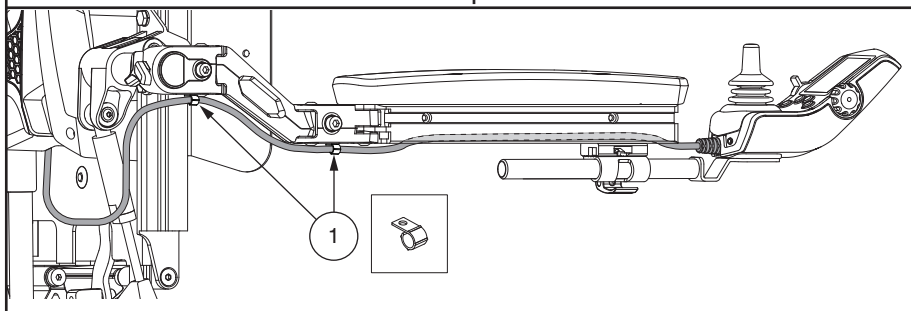

Figure 21. Acheminement du faisceau
6. Acheminer le faisceau du contrôleur à l'arrière de la base motorisée et le fixer avec les clips. **Voir la figure 21.**